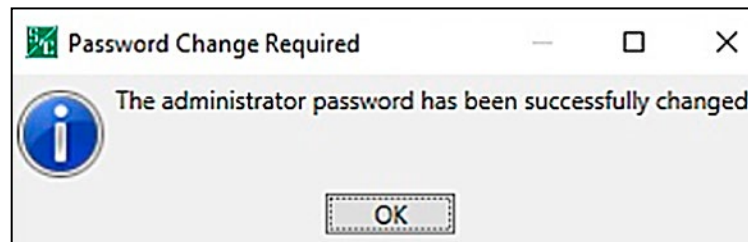

Figura 114. Mensaje de Éxito de Contraseña de Administrador Cambiada Exitosamente.
**PASO 3.** Cuando la contraseña es cambiada con éxito, se abre el cuadro de diálogo Successfully Changed (Cambiada Exitosamente). Ver Figura 114. Haga clic en el botón **OK** para terminar el proceso de cambio de la contraseña. Si la contraseña no se cambió con éxito, vaya al Paso 4.